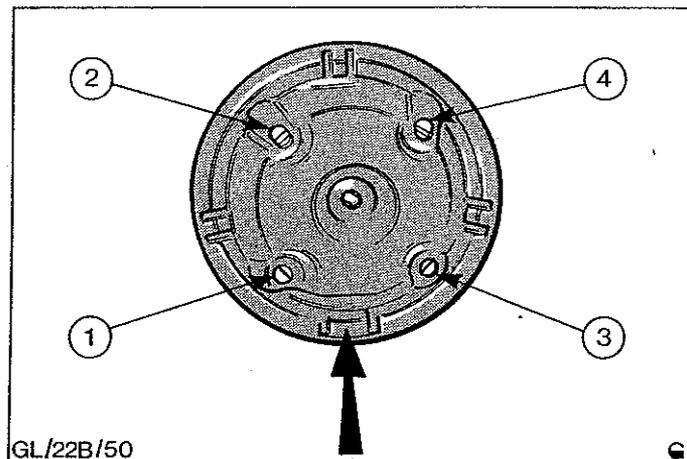

Abb.82 Verteilerkappe - Bosch-Verteiler (OHC)
6. Zündkabel in der richtigen Reihenfolge anschließen, wie in Abb.82 und 83 gezeigt. Zündfolge 1-3-4-2 (OHC-Motor), 1-4-2-5-3-6 (V6-Motor).